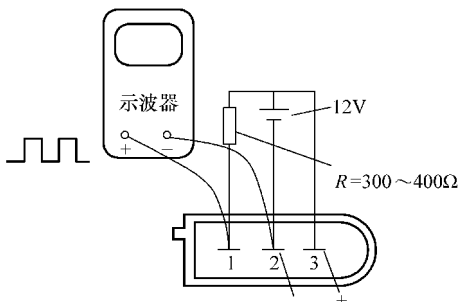

图 8-10 示波器测试传感器
2) 如图 8-10 所示，连接好线路，并给传感器 3 号、2 号端子施加 12V 蓄电池电压，然后转动转向盘。此时用示波器检测 1 号端子的波形，应如图 8-10 所示，如果波形异常应更换传感器。